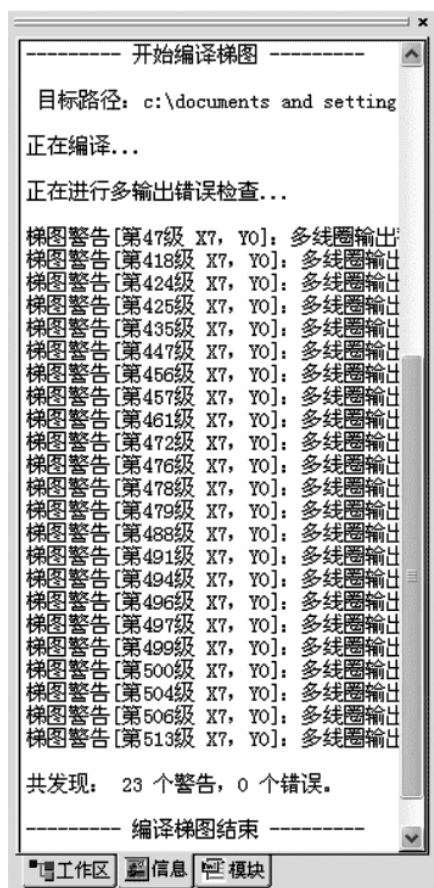

图 5.2 编译输出信息示例
(1) 将 K1000 数控系统和 PC 机通过 RS232 串口连接。单击调试工具条的  按钮或单击“调试”菜单的“编译”，可启动梯形图编译过程。
(2) 编译过程中，进行信号名称定义检查，并将检查结果输出在信息栏中。
(3) 编译可以检查梯形图程序是否存在错误。如果存在错误，将在信息栏中输出显示发生错误的梯级序号及错误原因，如图 5.2 所示。双击“警告”或“错误”信息行，可以视图快速定位到产生该“警告”或“错误”的梯级。也可通过右键菜单的“定位错误/警告”实现相同功能。